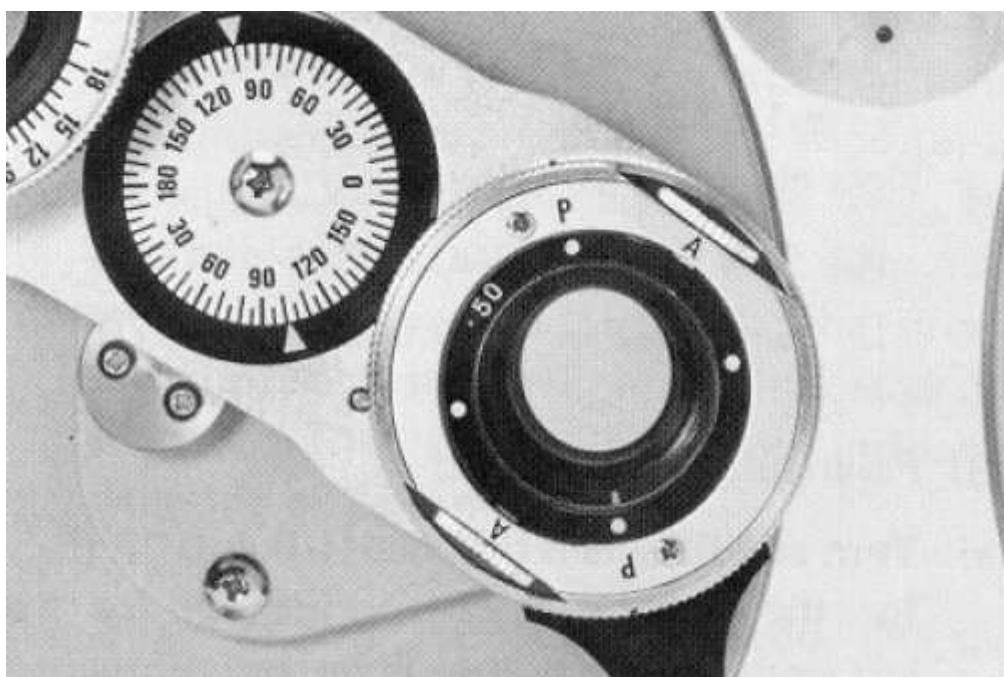

Рис.33
Е) Следующий шаг, измерение увеличения цилиндра п. S). Поверните букву Р до совпадения её с красной линией (19) (Рис.33).